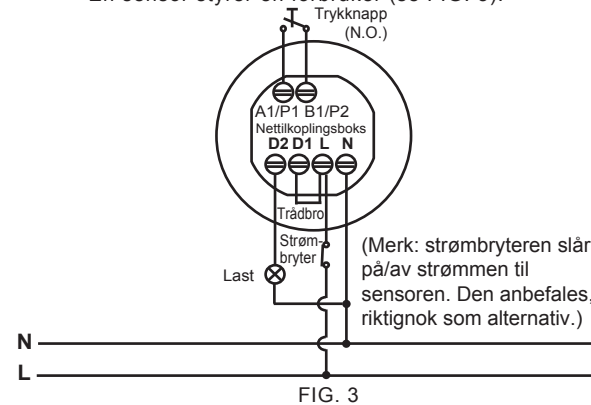
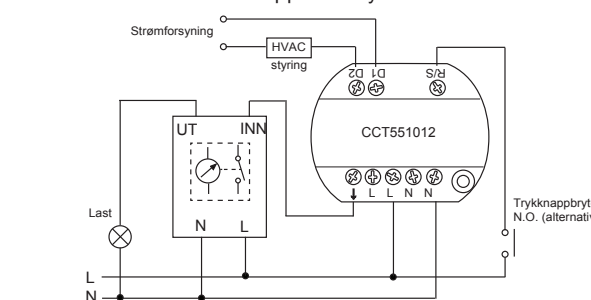

FIG. 3
Fig 8. Sensor brukt med en trappetidsbryter-krets
- En sensor styrer en forbruker (se FIG. 3).
#### 3.2.2.2 R/S-punktet byr på et ekstra tilkoplingspunkt for en trykknapp. Fig. 8 viser hvordan man kobler sensoren til en trappetidsbryter-krets.
#### 3.3.3.2 Trekk ut kablene fra standard koblingsboks (se FIG. 14), ta deretter av 6-8 mm av kabelarmingen for kabeltrekk, og se koplingskjemaene for en korrekt ledningstilkobling (se FIG. 3 - FIG. 8).
3.3.4.5 Se FIG. 13 for montering av sensorhodet med strømboks, og se deretter koplingskjemaene (se FIG. 3 - FIG. 8) for korrekte kabelforbindelser.